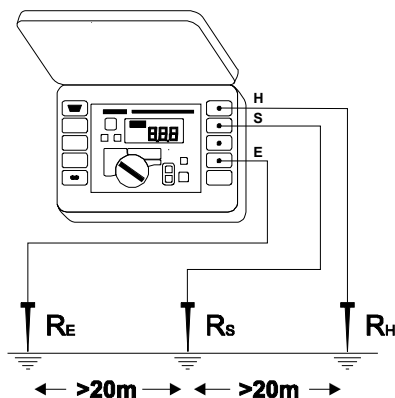

Рис. 8. Трехполюсная схема для измерения сопротивления заземления
1. Соединить заземлитель с измерительным гнездом [4] измерителя, обозначенным как „E” (Рис.8);